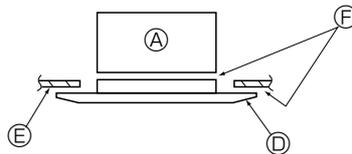

Fig. 10-7
* Убедитесь в отсутствии зазоров между основным блоком и панелью, а также между панелью и поверхностью потолка. (Fig. 10-7)